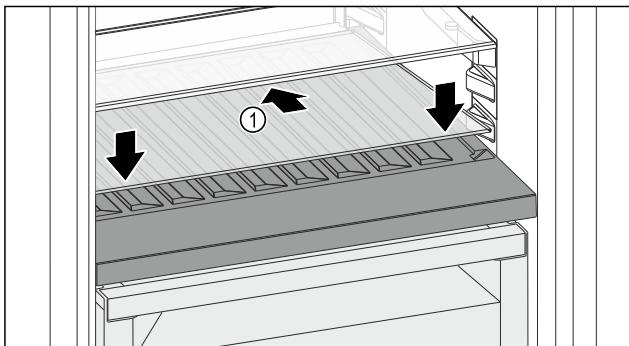

Fig. 146
- Поставете стъклена плоча Fig. 146 (1) косо и наклонена назад надолу.
- Спуснете стъклена плоча Fig. 146 (1) отпред.